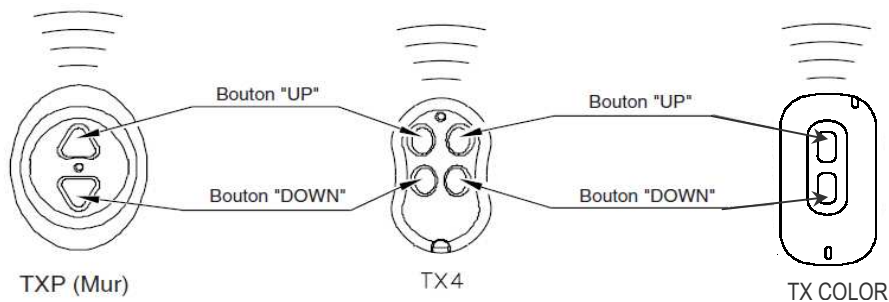

FIG 2
3. Presser un bouton de la nouvelle radiocommande que l'on veut mémoriser; la centrale mémorise alors la nouvelle radiocommande et sort automatiquement de l'état de programmation. FIG.2.